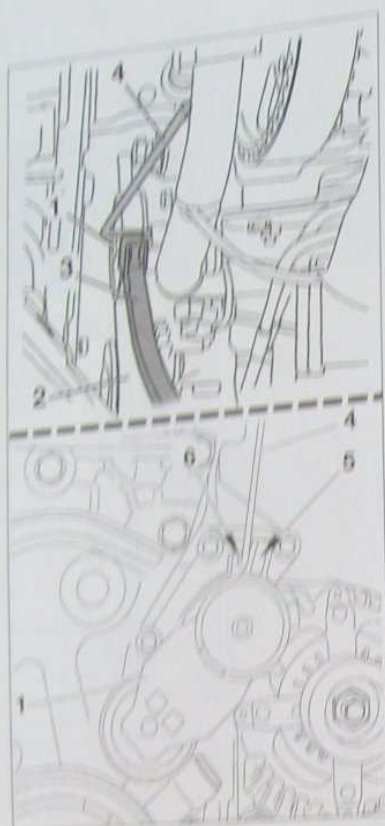

FIG. 15
- Détendre le galet tendeur (1) de courroie d'accessoires (2) (sens horaire) (à l'aide de l'outil (3) réf. 0194. E) (Fig.15).
- Mettre en place la pigne de verrouillage du galet (outil (4) réf. 0194. F).